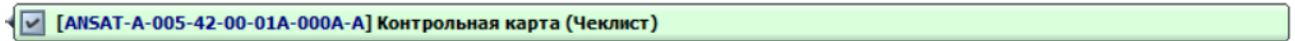

Рисунок 988
3) Введите название модуля данных (рисунок 988). Для этого: